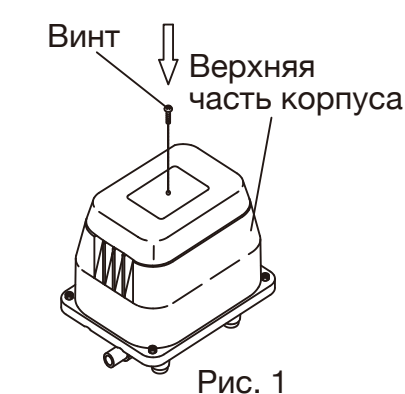

Рис. 1
- 2 Открутите крепежный винт крышки фильтра (рис. 1).